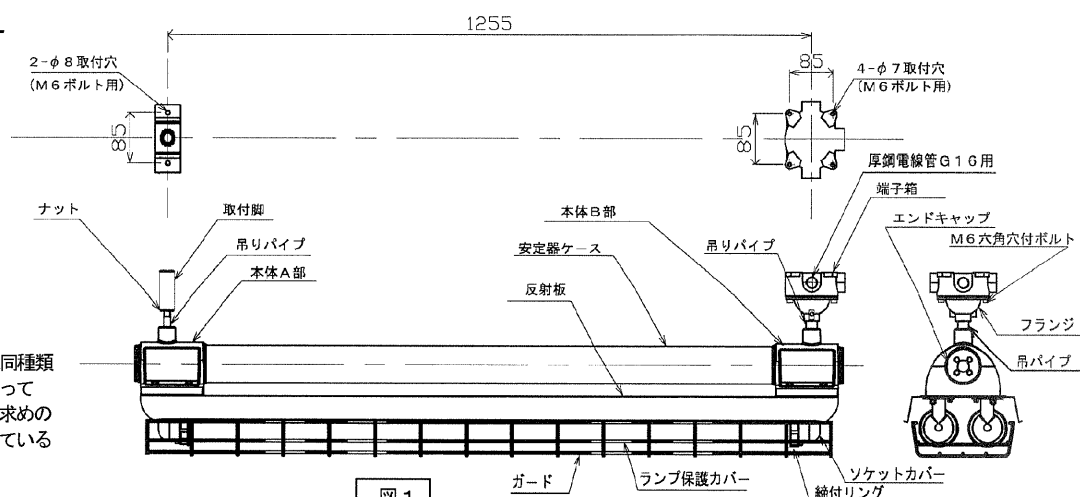

図 1
1. 端子箱、取付け脚を【図1】に示す寸法の位置にM6のボルト、ナットなどで取り付けてください。
2. 端子箱の配管には厚鋼電線管 G16 (G22) を使用し、JIS B 0202 に定める管用並行ねじを施し、ねじの有効部分で5山以上結合させ強く締め付けてください。【図1】
フランジとパイプは接着しています。フランジの穴位置は調整できません。図1の取付寸法で端子箱、取付け脚を取り付けて下さい。